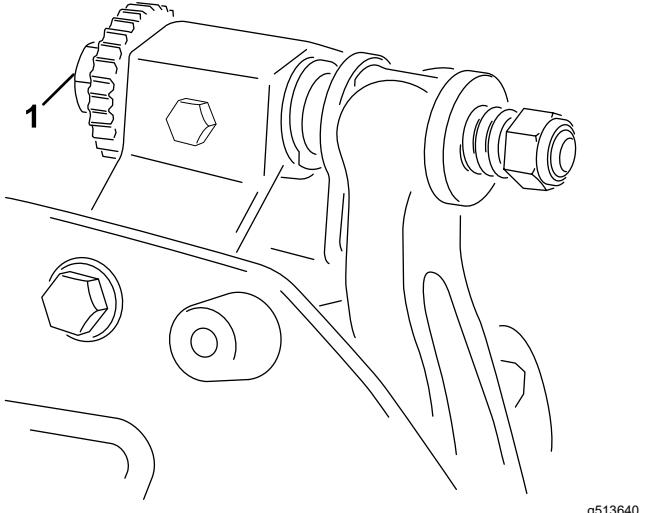

Bild 6
- Drehen Sie die Einstellschrauben des Untermesserträgers um jeweils eine Kerbe nach rechts, bis Sie leichten Kontakt spüren und hören (**Bild 6**).
- Drehen Sie die Einstellschraube des rechten Untermesserträgers (**Bild 6**), bis Sie einen